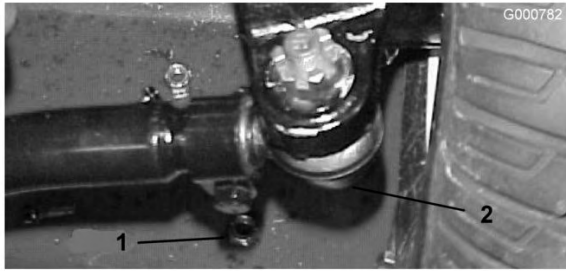

図 69
アクスル・ケースのサポート（図 69）から外す。
3. タイロッド両側のクランプをゆるめる（図 69）。